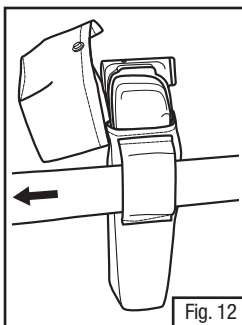

Fig. 12
5. Después de asegurarse que el adaptador y la batería estén totalmente asentados en la parte inferior de la funda, colóquela en el cinturón de modo que quede ubicada del lado derecho del usuario (Fig. 12).